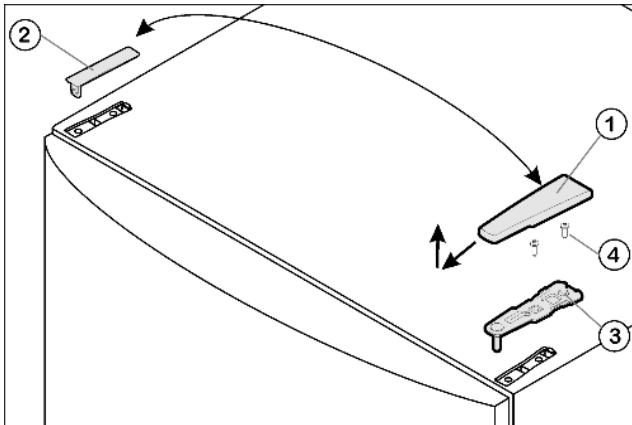

Fig. 4
- ▶ Крышку Fig. 4 (1) снимите движением вперед и вверх.
- ▶ Снимите крышку Fig. 4 (2).
- ▶ Открутите верхний опорный кронштейн Fig. 4 (3)(2 шт. Torx 25) Fig. 4 (4) и вытяните вверх.
- ▶ Установите верхний опорный кронштейн Fig. 4 (3) на новой стороне шарнира и защелкните в дверце.
- ▶ Прикрутите верхний опорный кронштейн (**с моментом 4 Нм**) (2 шт. Torx 25) Fig. 4 (4). При необходимости проделайте отверстия или используйте аккумуляторную отвертку.
- ▶ Наденьте и защелкните крышку Fig. 4 (1) и крышку Fig. 4 (2) на противоположной стороне снаружи.